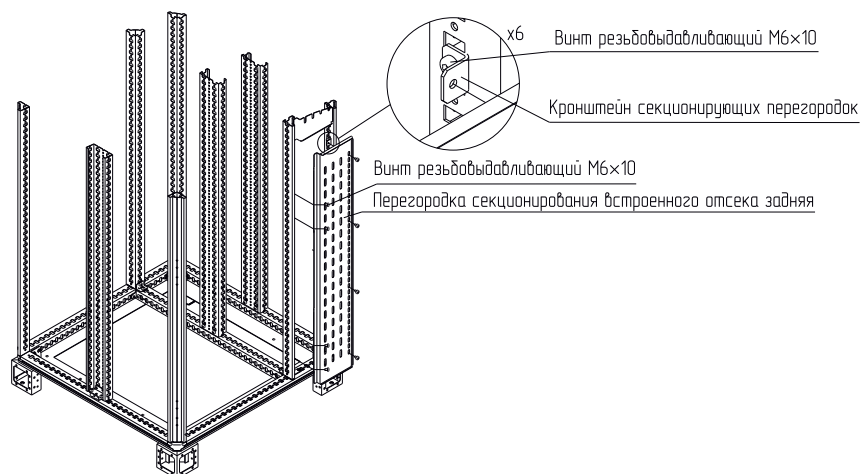

Рисунок 2
4.1.3 Закрепить перегородку секционирования встроенного отсека заднюю на кронштейнах секционирующих перегородок и профиле вертикальном встроенного отсека винтами М6×10 (рисунок 2). Момент затяжки – 7 Н·м.